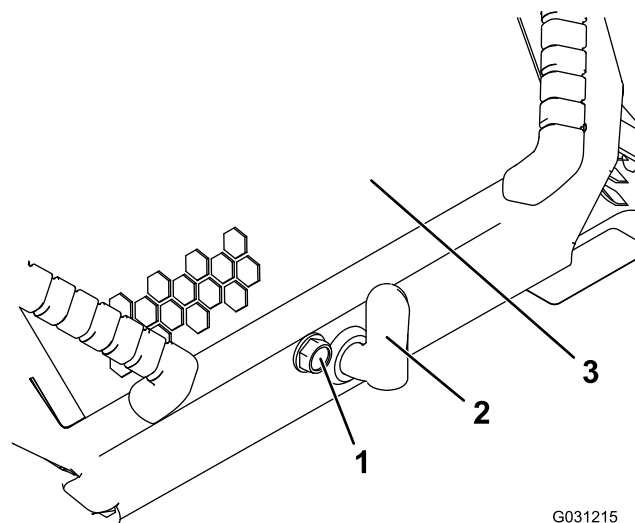

Figura 36
1. Allentate la vite di bloccaggio del cofano (Figura 36)
2. Girate il fermo del cofano in senso orario (Figura 36).
3. Alzate le maniglie per sollevare il cofano (Figura 36).
3. Serrate la vite di bloccaggio del cofano per fissare il dispositivo di chiusura (Figura 36).